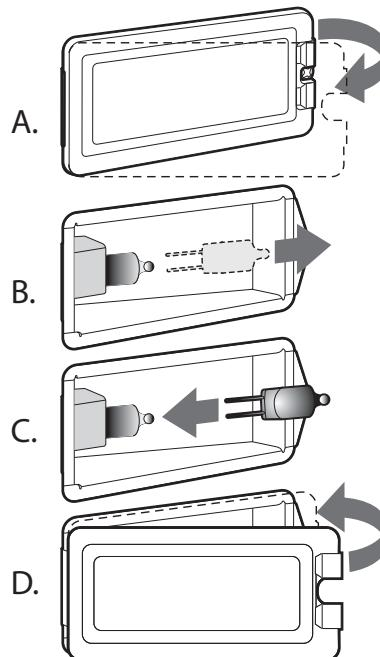

Figura 34: Ubicación de la abertura
3. Inserte un destornillador plano entre la atadura de fijación y la caja protectora (*Figura 34, A*).
6. Quite la tapa de la lente de vidrio y la atadura de fijación (*Figura 34, B*).
8. Tire hacia abajo para instalar la bombilla correctamente (*Figura 34, C*).
9. Instale la lente de protección en la atadura del soporte y empuje la otra extremidad hasta que la atadura de fijación se enganche a la caja protectora (*Figura 34, D*).